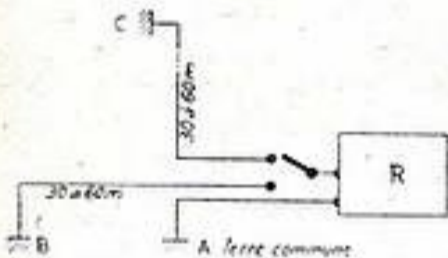

FIG. 2
trois prises de terre A, B et C (voir fig. 2) formant un triangle rectangle : la prise de terre A située au sommet de l'angle droit constitue la « base » commune ; à l'aide d'un inverseur, l'auditeur choisit comme seconde prise de terre, soit B, soit C, déterminant deux axes de réception AB et AC perpendiculaires et choisissant ainsi l'axe de réception le plus favorable pour l'audition de la station reçue.
a) à la campagne. — Il est généralement facile de disposer d'un espace suffisant pour installer 2 ou 3 prises de terre (voir figure 2);